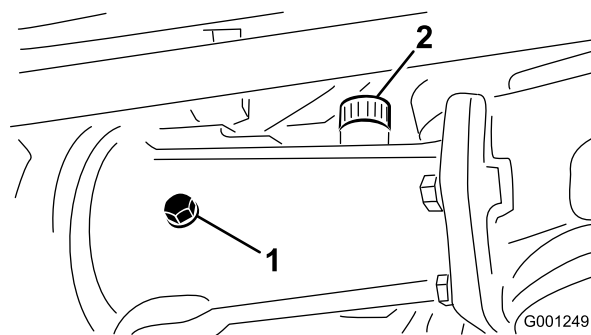
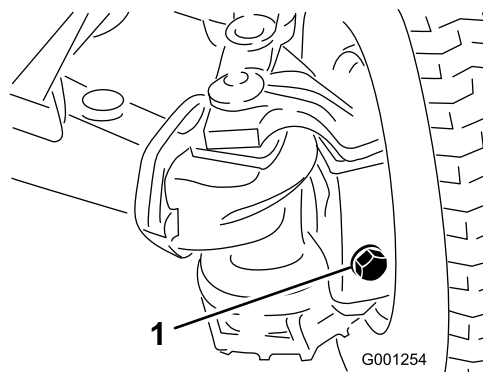

図 62
図 63
点検プラグを外す (図 62 と 図 63)。
があることを確認する (図 62 と 図 63)。
合は、補給用プラグを外す (図 62)。
図 62 と 図 63 の穴の下縁まで、所定の
取り付ける 図 62。
テープを巻く (図 62)。
クセルケースにプラグを取り付ける (図 62 と
図 63)。
8. 中央アクスルハウジングの補給用プラグと左右の補給/点検用プラグのねじ山部に PTFE テープを巻く 図 62と 図 63 リアアクスルオイルの点検Model 30345のみ \(ページ 50\)を参照。
9. 中央のアクスルハウジングと左右の外側のアクスルケースにプラグを取り付ける 図 62と 図 63 リアアクスルオイルの点検Model 30345のみ \(ページ 50\)を参照。